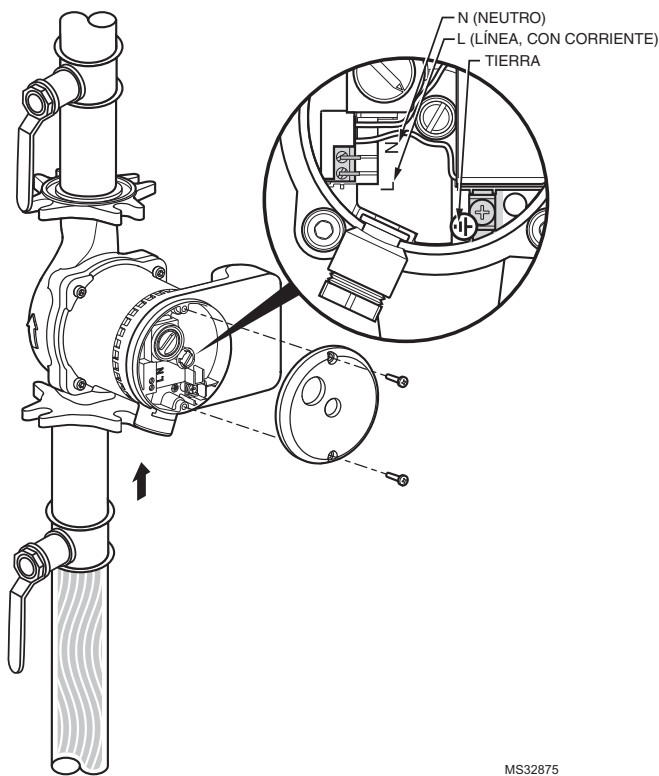

Fig. 8. Cableado de la bomba del circulador.
- Conecte el cable de conexión a tierra al tornillo de conexión a tierra que se encuentra dentro de la caja. (Consulte la Fig. 8).
El rotor/eje se atascó.	<ul style="list-style-type: none"> Aleje la bomba del suministro eléctrico. Quite el tornillo del purgador (consulte la Fig. 8). Gire el eje en sentido horario con un destornillador pequeño. Enrosque el tornillo del purgador. Encienda la bomba.